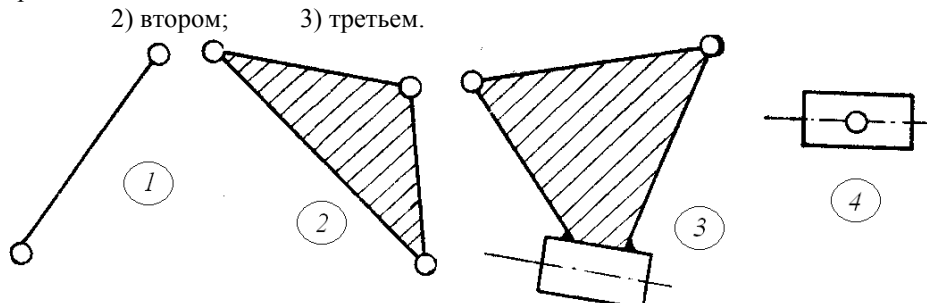

Рис. 1.7.
40. На каком из четырех условных изображений звеньев (рис. 1.7) показано звено, входящее в состав двух кинематических пар: одной вращательной и одной поступательной?
41. На каком из четырех условных изображений звеньев (рис. 1.7) показано звено, входящее в состав трех вращательных кинематических пар?